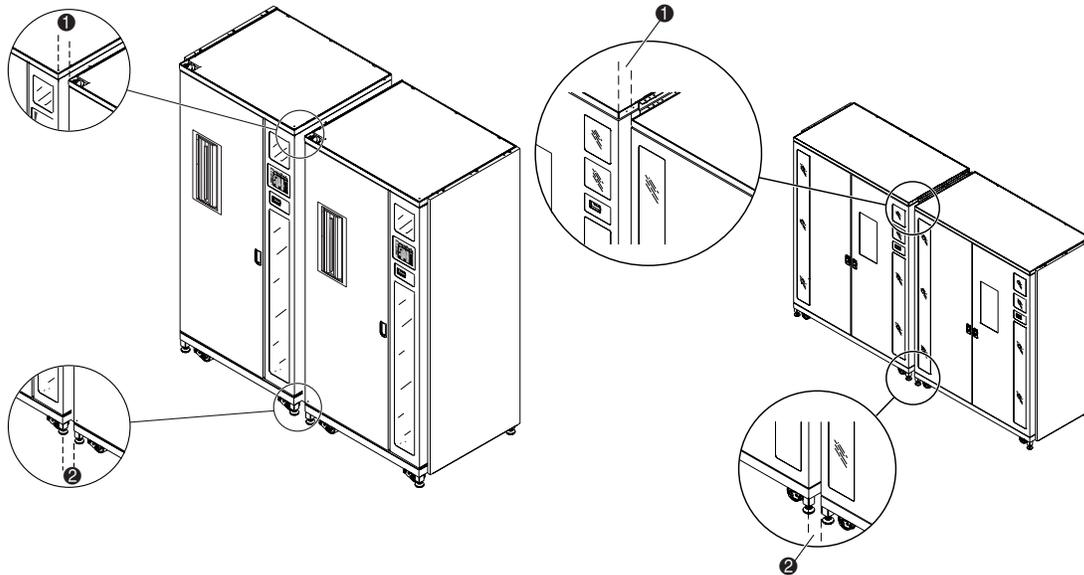

Figura 2-13. Spazio tra le librerie
1. Misurare la distanza tra le librerie sul lato superiore **1** e inferiore **2** dei cabinet (vedere la Figura 2-13).